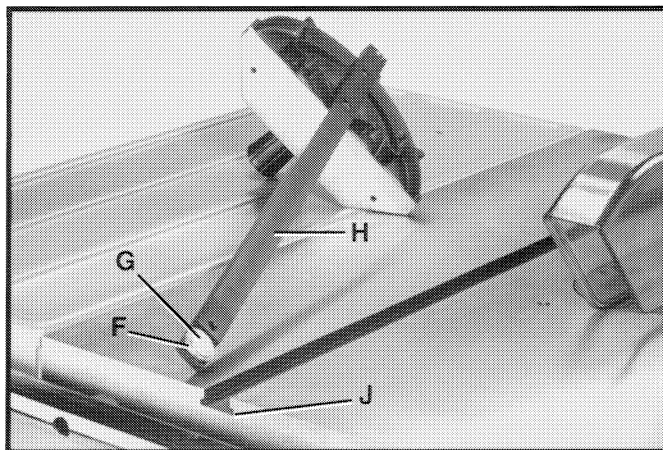
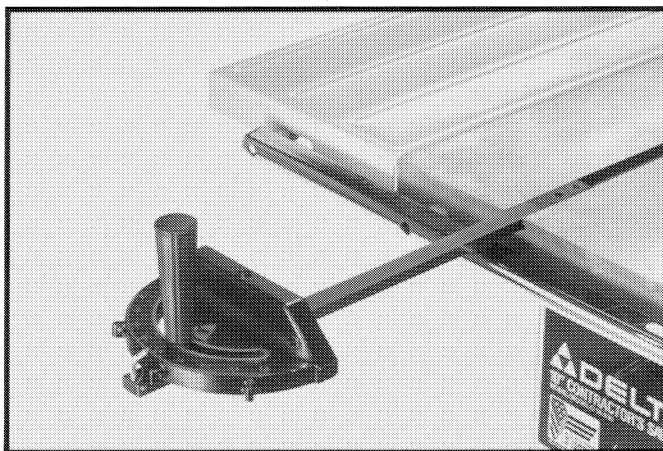

Fig. 53
Fig. 54
2. La escuadra de ingletes está equipada con una arandela especial (F) Fig. 53 y un tornillo de cabeza plana (G) que están ensamblados al extremo inferior de la barra de la escuadra de ingletes (H). La arandela especial (F) se monta en la ranura en "T" de la escuadra de ingletes (J) de la mesa de la sierra, e impide que se caiga la escuadra de ingletes cuando se le extiende más allá del frente de la mesa de la sierra, como se ilustra en la Fig. 54.